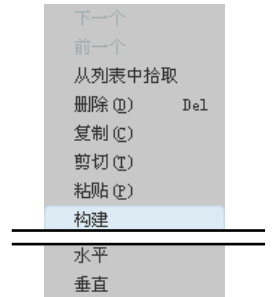

图 4.6.2 快捷菜单
Step4. 右击, 在弹出的图 4.6.2 所示的快捷菜单中选择 **构建** 命令, 被选取的图元就转换成构建图元。结果如图 4.6.1b 所示。